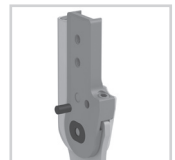

Fig. 20
- 8 Remettez la goupille de sécurité dans le perçage par l'arrière (Fig. 20).